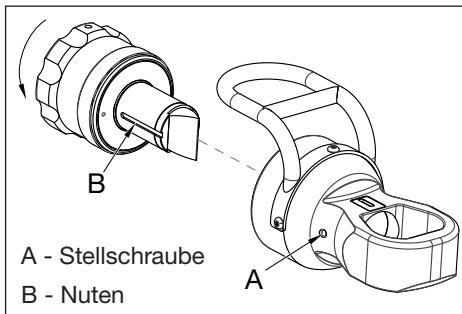

Abbildung 2: Montage von Zylinder und Schneidkopf
2. Lösen Sie die Stellschraube (Abbildung 2, Punkt A), die sich am Schneidkopfkörper befindet.
3. Setzen Sie den Zylinder in den Kopf ein und richten Sie dabei den axialen Schlitz in der Messerhalterung (Abbildung 2, Punkt B) mit der Stellschraube (Abbildung 2, Punkt A) an der Bohrung des Schneidkopfs aus. Nach der Ausrichtung drehen Sie den Zylinder in die gezeigte Richtung, um die Schraubengewinde einzuschrauben.
3. Wenn dieser fest sitzt, lösen Sie die Stellschraube, die sich an der Trommel des Schneidkopfs befindet. Siehe Abbildung 2, Punkt A.